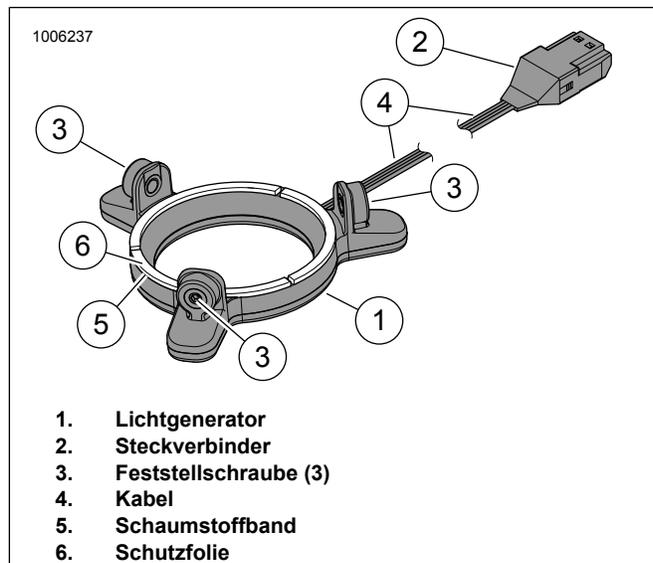

Abbildung 25. LED-Beleuchtung, Runde Stage II-Lautsprecher
7. Siehe Abbildung 25. Die Schutzfolie (6) vom Schaumstoffklebeband (5) auf der Rückseite des Lichtgenerators (1) abziehen.